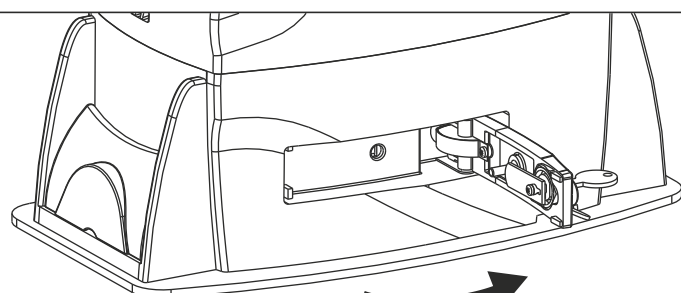

Fig. 27
- Tirer le levier de déverrouillage jusqu'à la butée, 90° environ (Fig. 27)